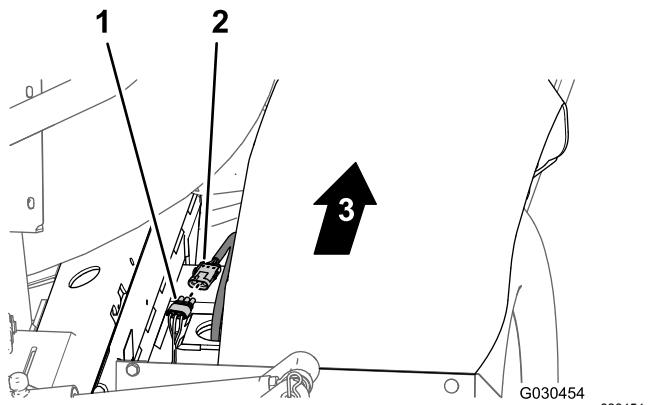

Bild 96
2. Verbinden Sie am Heck der Maschine (zwischen dem rechten Rahmenrohr und dem rechten Kotflügel) den nicht gekennzeichneten 3-poligen Anschluss des 30,5-cm-Kabelbaumzweigs des hinteren Kabelbaums mit der 3-poligen Buchse des Geschwindigkeitssensorkabelbaums des rechten Antriebsmotors (Bild 96).